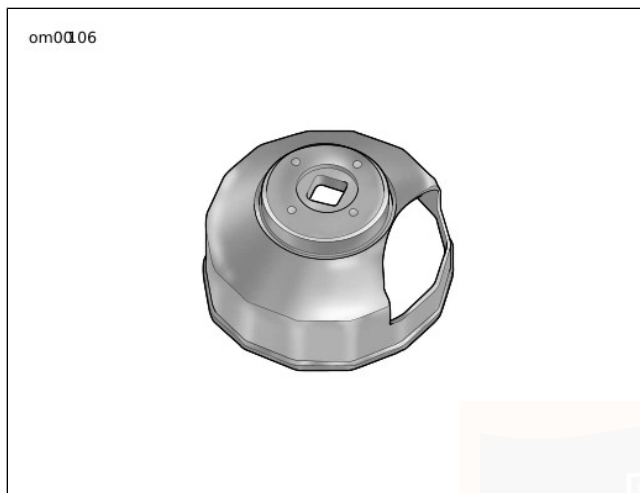

Figura 29. Estrattore per filtri dell'olio (No codice HD-44067)
3. Vedere Figura 29. Smontare il filtro dell'olio utilizzando l'ESTRATTORE PER FILTRI DELL'OLIO (N. CODICE: HD-44067). Togliere dalla flangia della base del filtro dell'olio qualunque residuo della vecchia guarnizione (la superficie deve essere liscia e senza detriti o residui della vecchia guarnizione).